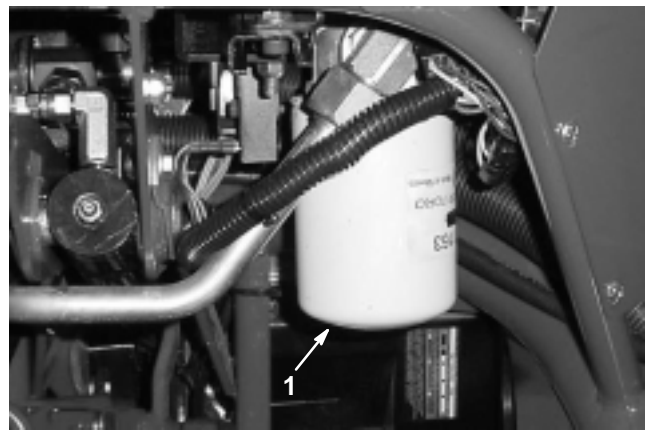

Bild 48
1. Reinigen Sie den Bereich um den Filter (Bild 48). Stellen Sie ein Auffanggefäß unter den Filter und entfernen den Filter.